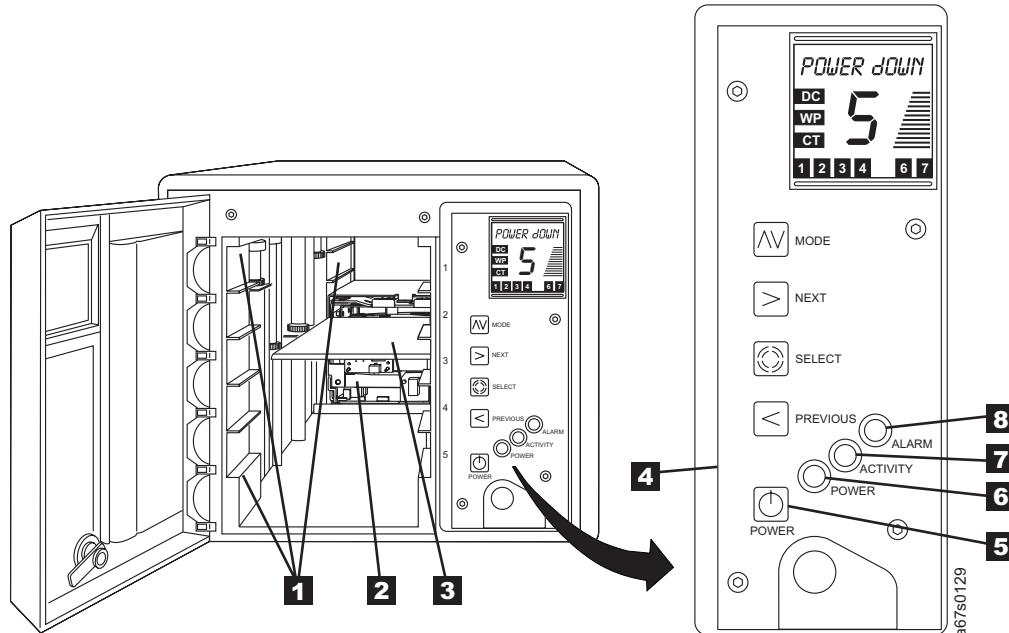

Abbildung 7. Bandkassetten-Autoloader IBM 3581 mit geöffneter vorderer Tür
Öffnen Sie die vordere Tür des Autoloaders, wenn Sie die Ablagefächer sehen wollen, in die die Bandkassetten eingelegt werden. Der Bandkassetten-Autoloader IBM 3581 enthält Ablagefächer für bis zu sieben Bandkassetten. Fünf Ablagefächer befinden sich an der Vorderseite und zwei an der Rückseite (siehe Abb. 7 auf Seite 19). Die vorderen Ablagefächer sind von oben nach unten mit 1 bis 5 und die hinteren Ablagefächer mit 6 und 7 nummeriert. In Abb. 7 auf Seite 19 werden die vorderen und hinteren Ablagefächer **1** gezeigt.
Der Bandkassetten-Autoloader IBM 3581 enthält ein IBM Ultrium Bandlaufwerk, das Daten von Bandkassetten liest und auf Bandkassetten schreibt, sowie einen Greifarm (Schnittstelle der Zugriffseinheit), der die Kassetten in das Laufwerk und die Ablagefächer und aus dem Laufwerk und den Ablagefächern transportiert. Wenn Sie über die Bedienerkonsole oder den Server einen Transportbefehl absetzen, wird der Greifarm durch die Schnittstelle der Zugriffseinheit veranlasst, sein Metallfach innerhalb des Autoloaders nach oben oder unten zu bewegen und die angegebene Kassette mit den vorderen und hinteren Greifarmrädern auf das Fach zu schieben. Dann platziert der Greifarm die Kassette vor das angegebene Laufwerk oder das angegebene Kassettenablagefach, und wieder werden die Greifarmräder benutzt, um die Kassette in die Zielposition zu schieben. In Abb. 7 auf Seite 19 werden Bandlaufwerk **2** und Greifarm **3** gezeigt.
Die Bedienerkonsole (siehe **4** in Abb. 7 auf Seite 19) enthält Tasten, Statusanzeigen und eine Nachrichtenanzeige, die die Bedienung des Bandkassetten-Autoloaders IBM 3581 ermöglichen. In den folgenden Abschnitten werden die Komponenten auf der Bedienerkonsole beschrieben.
Die Taste POWER (siehe **5** in Abb. 7 auf Seite 19) ist ein Druckschalter, mit dem der Bandkassetten-Autoloader IBM 3581 aus- und eingeschaltet werden kann.
- POWER** Die grüne Anzeige POWER (6 in Abb. 7) leuchtet auf, wenn der Bandkassetten-Autoloader IBM 3581 eingeschaltet wird.
- ACTIVITY** Die gelbe Statusanzeige ACTIVITY (7 in Abb. 7) gibt an, dass gerade eine Aktivität der Zugriffseinheit oder des Laufwerks erfolgt. Mit einer langsam blinkenden Anzeige wird eine Aktivität der Zugriffseinheit angegeben. Mit einer schnell blinkenden Anzeige wird eine Laufwerkaktivität angegeben.
- ALARM** Die rote Statusanzeige ALARM (8 in Abb. 7) leuchtet auf, wenn ein Fehler aufgetreten ist. Eine Beschreibung der Fehlernachrichten des Autoloaders und des Laufwerks enthält Tabelle 6 auf Seite 57. Eine Beschreibung der Laufwerkfehlercodes enthält Tabelle 7 auf Seite 62.